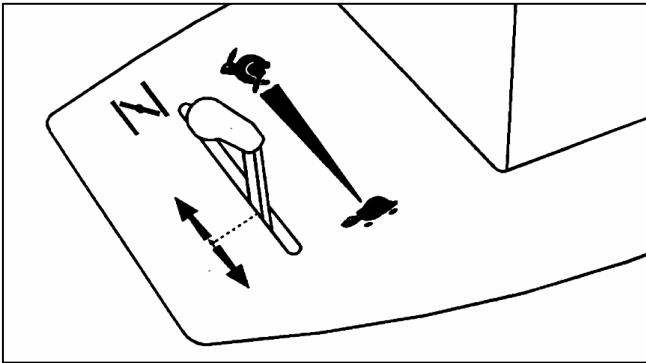

Fig. 16
4. Plaats de gashendel in de choke-stand zoals in fig. 16.
7. Na het starten zat u de gashendel op de gewenste stand (fig. 16)
Wanneer het pedaal volledig ingedrukt is zal de rem werken. Daarna plaatst u de gashendel op de schildpad (zie fig. 16)